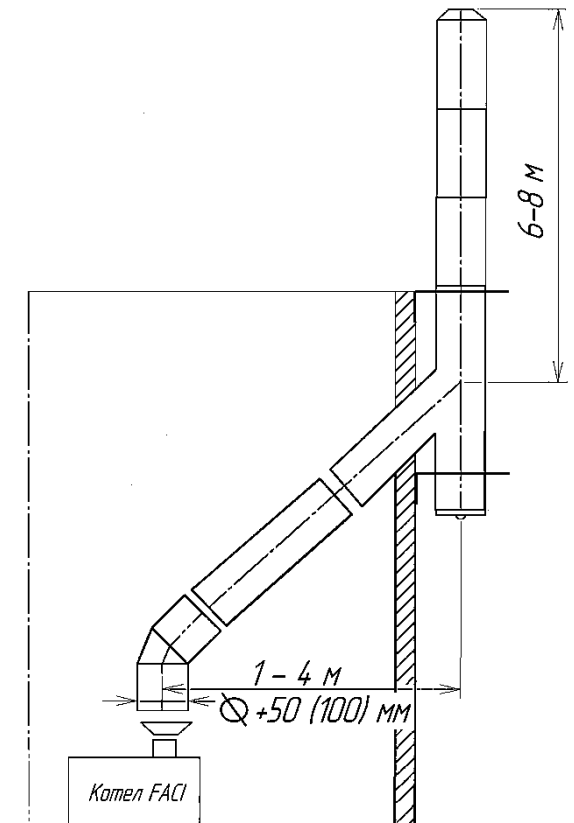

Рис. 26
2.7.8 Горизонтальный участок 45° длина 1-4 м. Вертикальный участок 6-8 метров с расширением трубы на 5-100 мм. (Расширение начинается с момента поворота) (см рис. 26).